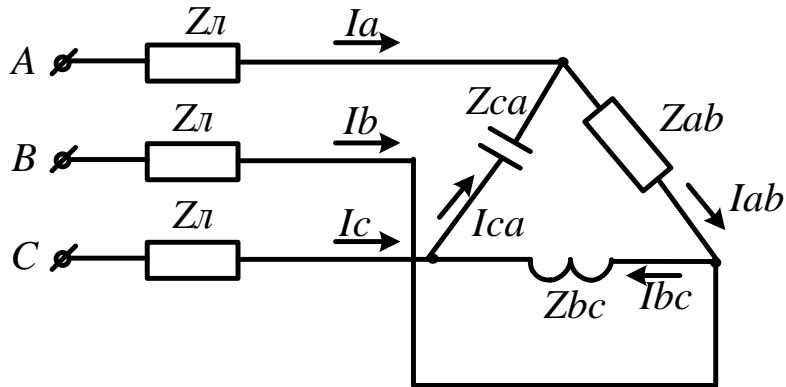

Рисунок 69
**Задача 67.** В схеме (рис.69)  $U_{\text{л}}=400\text{В}$   $Z_{\text{л}}=3+j4(\text{Ом})$ ;  $Z_{\text{ab}}=15\text{Ом}$ ;  $Z_{\text{bc}}=20\text{Ом}$ ;  $Z_{\text{ca}}=25\text{Ом}$ .